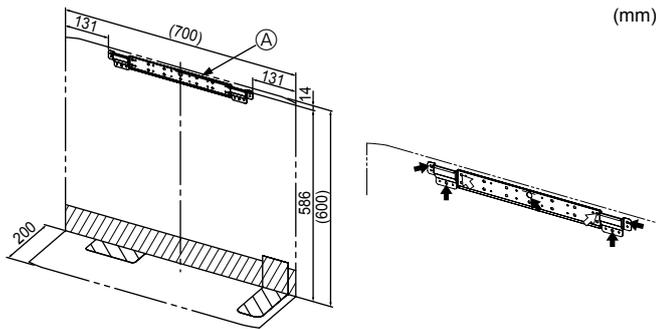

Fig. 3-1
- Instale el soporte firmemente en la estructura de la pared (montante, etc.). (Fig. 3-1)